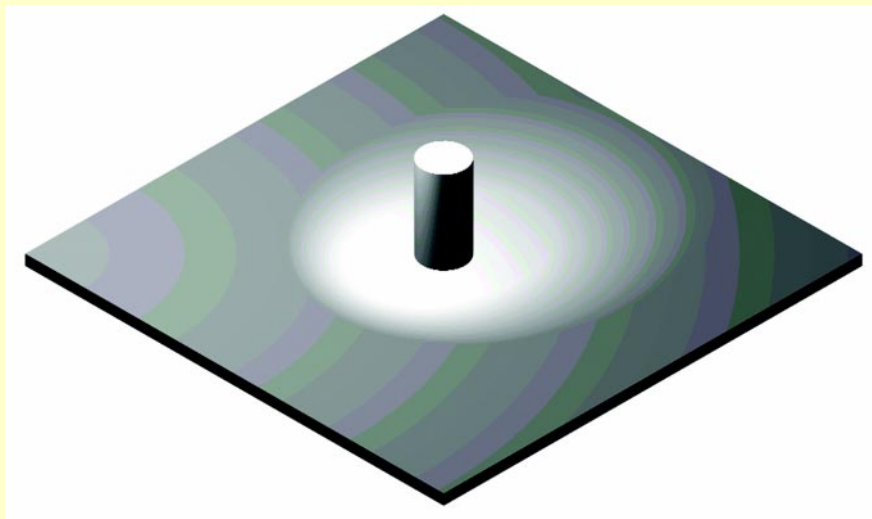

Figura 27 – Resultado do Spotlight.
*Real* para chegar nos resultados da **figura 27**.